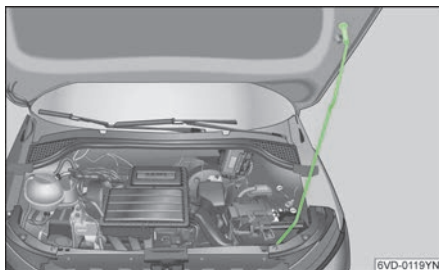

图 139
- 从撑杆夹内拉出支撑杆，顶入发动机舱盖加强板的孔内，» 图 139。